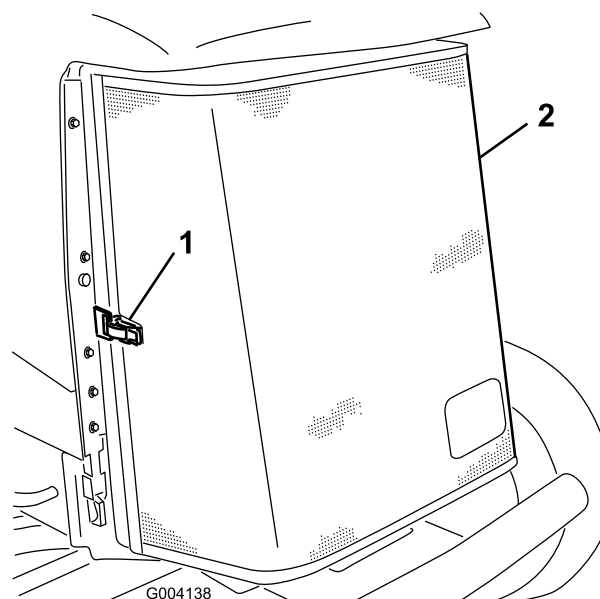

図 110
5. 後スクリーンのラッチを外してスクリーンを開く 図 110。